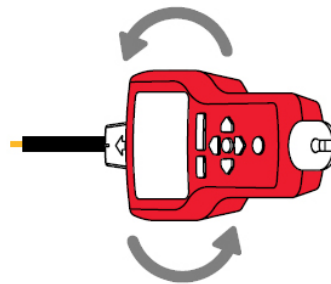

Abbildung 4.10c
6. Drehen Sie den Sender zum Überprüfen der Kabelrichtung hin und wieder um 90°. Wenn das Kabel in Flucht mit der Vertiefung im Spitzensensor verläuft, erhalten Sie die höchste Signalstärke. (Siehe Abbildung 4.10c.)